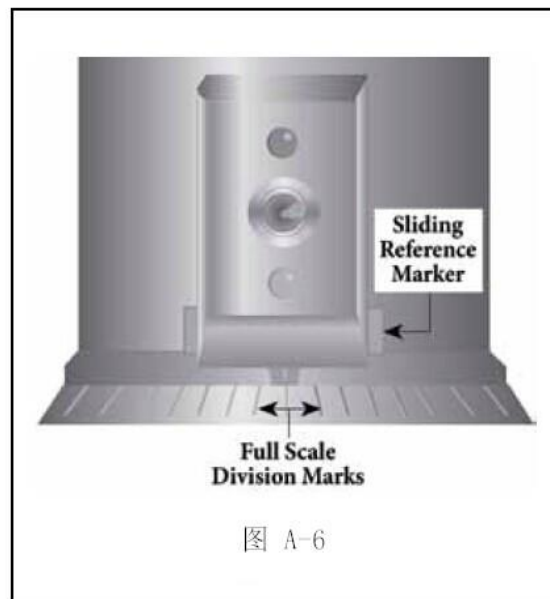

图 A-6
4. 向右或向左调整滑动参考标记到最近的满量程标记（见图A-6）。